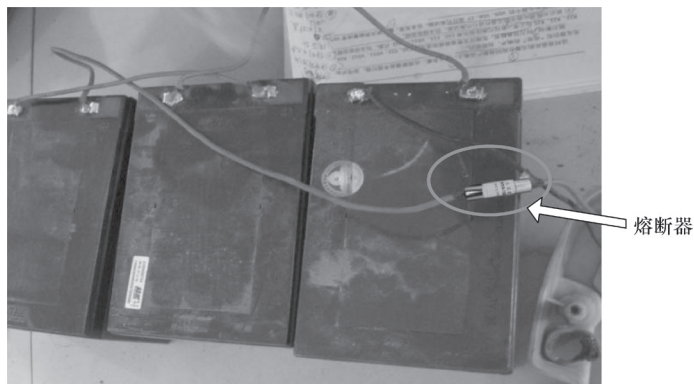

图 5-32 检查熔断器
4) 拆开蓄电池盒盖，经检查发现熔断器烧断，熔断器的检查如图 5-32 所示。